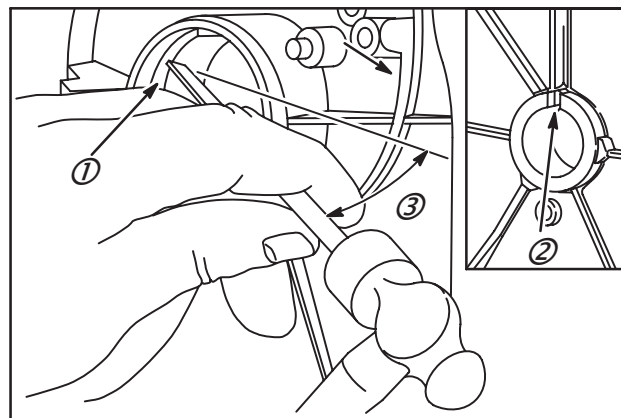

Fig. 9
1. Maintenir la bague neuve contre le cylindre ou le carter avec l'encoche (1) vers le palier alésé et aligné avec l'encoche du cylindre ou du couvercle (2).
3. À l'aide d'un marteau et d'un burin ou d'un tournevis placés à un angle de 45 degrés (3), pratiquer une encoche dans la bague, Fig. 9.